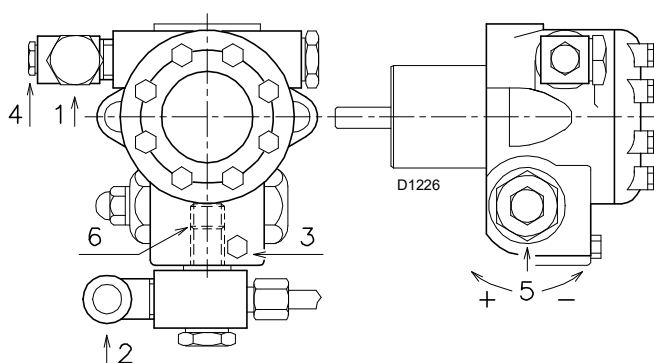

Fig. 21
- pentru ca pompa să se aprindă automat, este esențial să slăbiți șurubul 3)(Fig. 21) pompei pentru a evacua aerul conținut în conducta de aspirație.